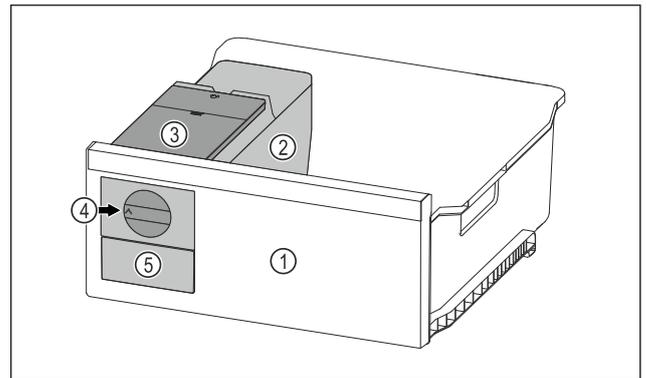

Fig. 122 Beispielhafte Darstellung
- ▶ Drehknopf Fig. 122 (4) im Uhrzeigersinn bis zum Anschlag drehen.
- ▶ Eiswürfel fallen aus der Eiswürfelschale in das Eiswürfelschubfach Fig. 122 (5).